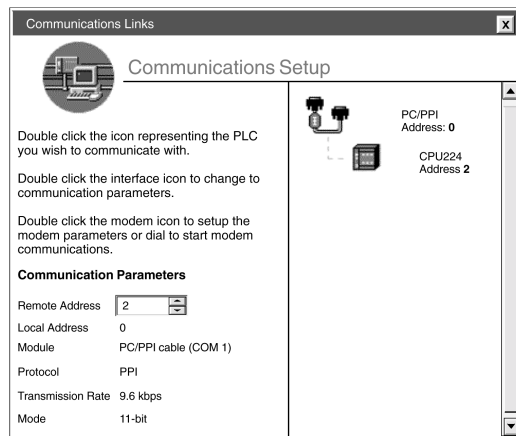

图 3-4 通讯建立对话框
2. 双击通讯建立对话框中的刷新图标。STEP 7-Micro/WIN 32 检查所连接的任何 S7-200 CPU（站）。在通讯连接对话框中所连接的每个站显示为一个 CPU 图标。见图 3-4。